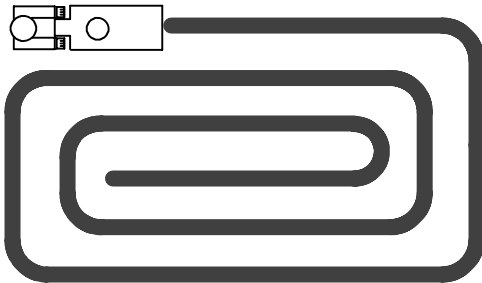

FIG. 10
- Utilisez une forme en rectangle lors du nettoyage de pièces plus grandes (Figure 10).